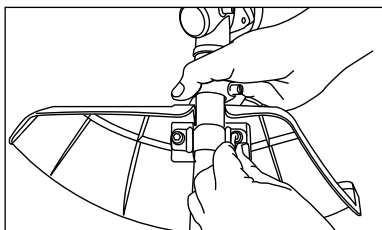

рис. 5
6. Наденьте кронштейн защитного кожуха на штангу. Установите защитный кожух и зафиксируйте его двумя винтами (рис. 5).